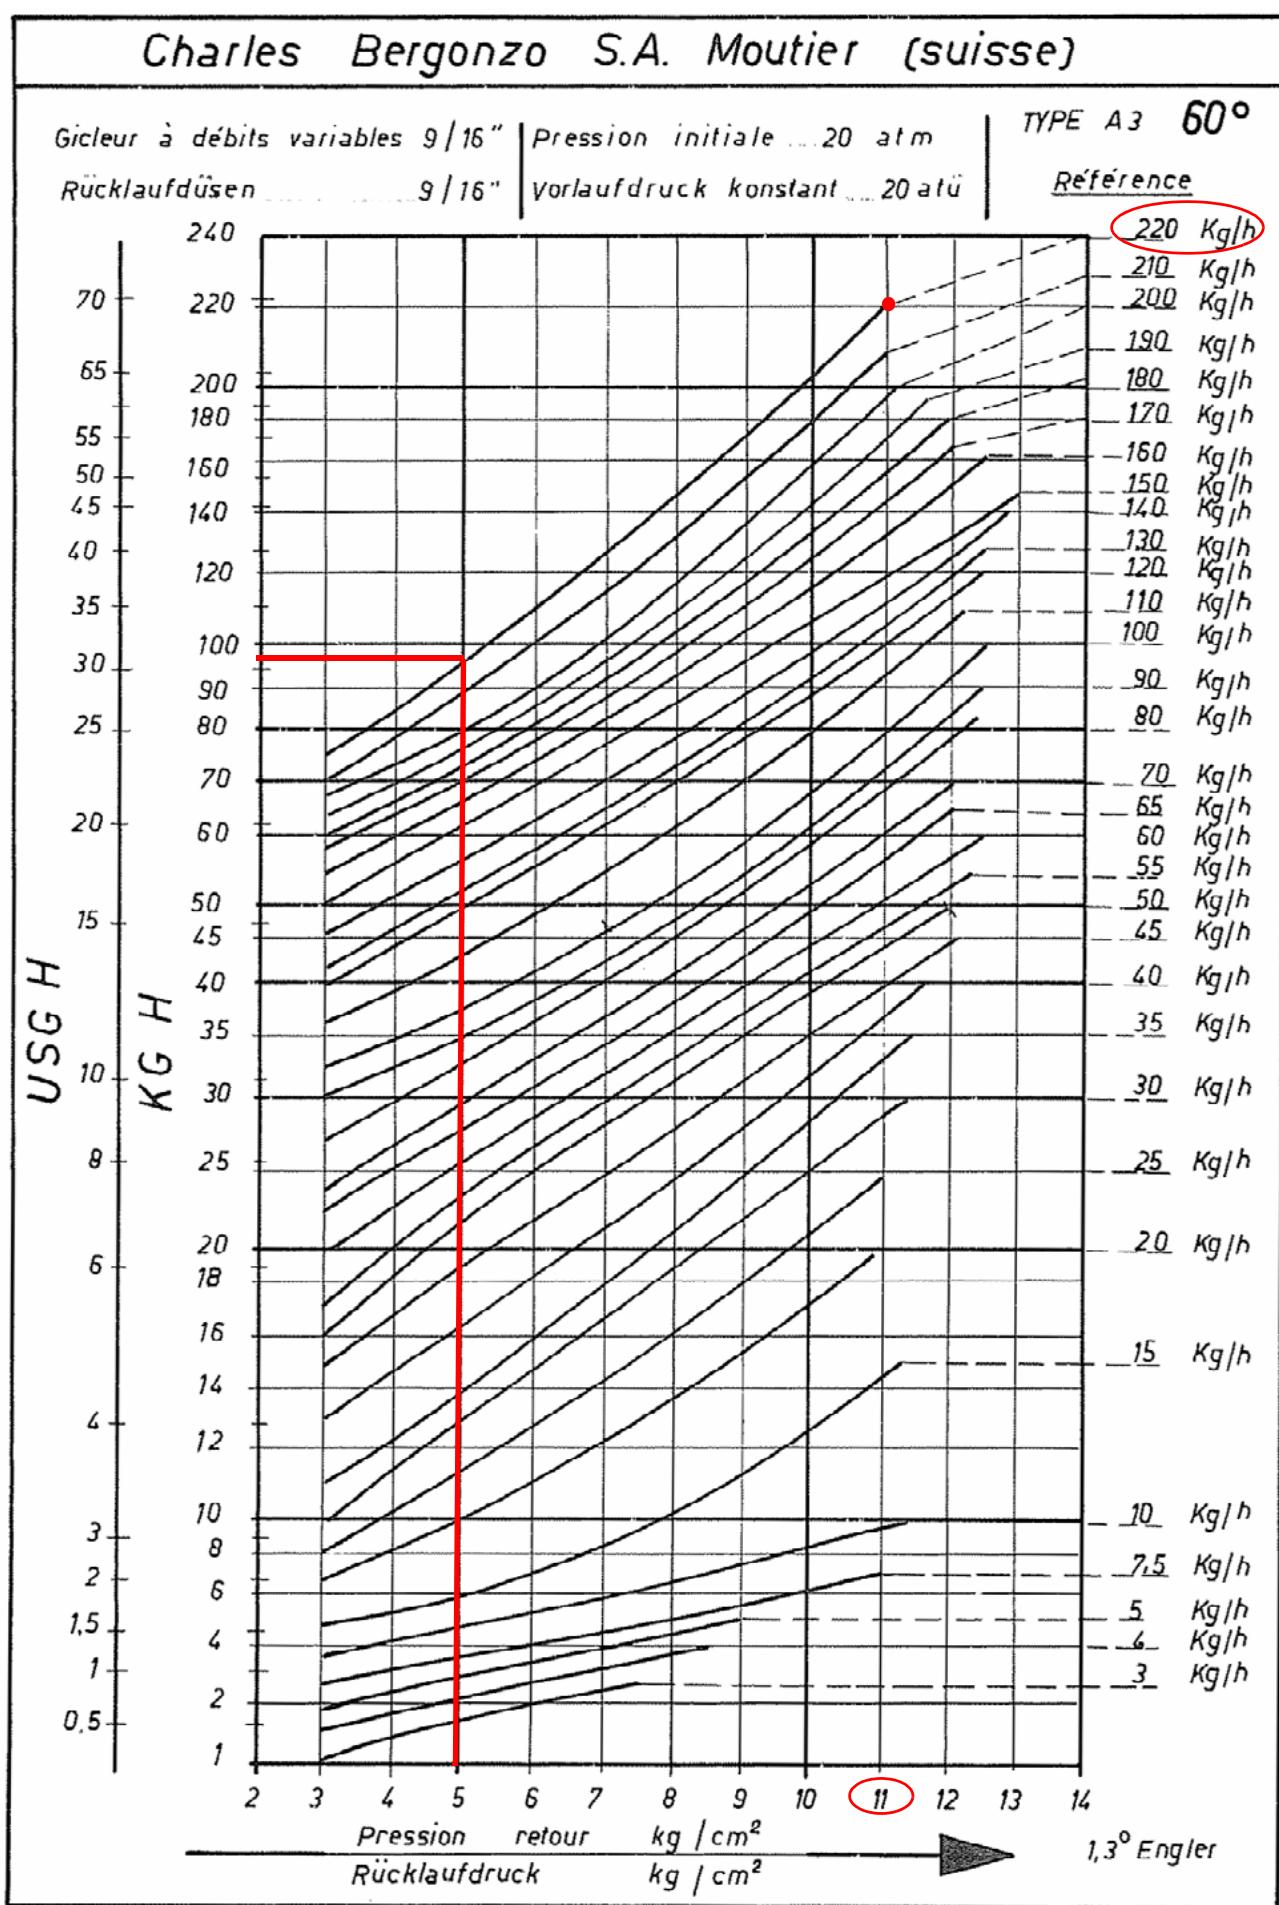
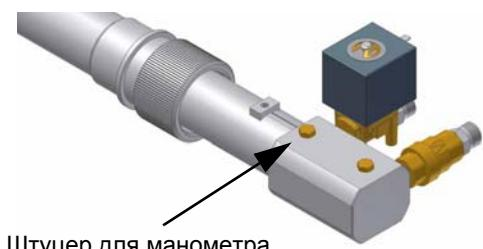
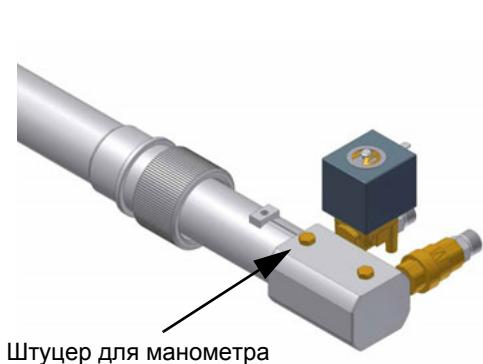

Рис. 16
Рис. 18
Рис. 21
Расход дизельного топлива регулируется за счет выбора форсунки (противоводяного типа), соответствующего мощности котла и типу применения размера, а также регулировки давления на прямом и обратном ходе жидкого топлива, согласно данных, указанных в таблице и на графике на Рис. 15 -Рис. 16 (для считывания давления - читайте последующие параграфы).
PG91 - PG92: Bergonzo A3 (Рис. 16)
**Пример:** если горелка укомплектована форсункой модели BERGONZO, с расходом, равным 220 кг/час, то максимальное давление обратного хода топлива регулируется примерно на 11 бар, имея на подаче давление в 20 бар: при таких условиях достигается расход в 220 кг/час. Если же необходимо на обратном ходе иметь давление, равное 5 барам, то нужно воздействовать на регулировочный винт V регулятора давления (см. следующий параграф). Получаемый расход будет составлять примерно 95 кг/час (см. пример, приведенный далее в графике форсунок BERGONZO - Рис. 16).
- Давление питания форсунки уже отрегулировано заранее на заводе-изготовителе и не должно изменяться. Только в случае необходимости, отрегулировать давление питания (см. соответствующий параграф) следующим образом: установить манометр в положение, указанное на Рис. 18, воздействовать на регулировочный винт **VR** насоса (см. Рис. 17) до получения на форсунке давления в 20 бар или 25 бар (форсунки Bergonzo или Fluidics - см. график на Рис. 15-Рис. 16);
- 11 Давление питания форсунки уже отрегулировано заранее на заводе-изготовителе и не должно изменяться. Только в случае необходимости, отрегулировать давление питания (см. соответствующий параграф) следующим образом: установить манометр в положение, указанное на Рис. 21, воздействовать на регулировочный винт **VR** насоса (см. Рис. 20) до получения на форсунке давления в 20 бар или 25 бар (форсунки Bergonzo или Fluidics - см. график на Рис. 15-Рис. 16);